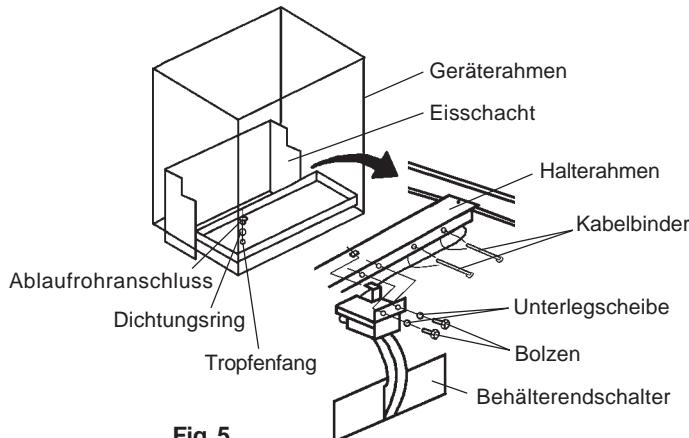

Fig. 5
6) Ablaufrohranschluss und Tropfenfang herausnehmen. Behälterendschalter mit den beiden mitgelieferten Schrauben und Unterlegscheiben am Halterahmen befestigen. Kabel des Behälterendschalters mit den beiden Kabelbindern befestigen. Den Eisschacht auf den Geräterahmen setzen und den Tropfenfang wieder in die richtige Position bringen. Siehe Abb. 5.